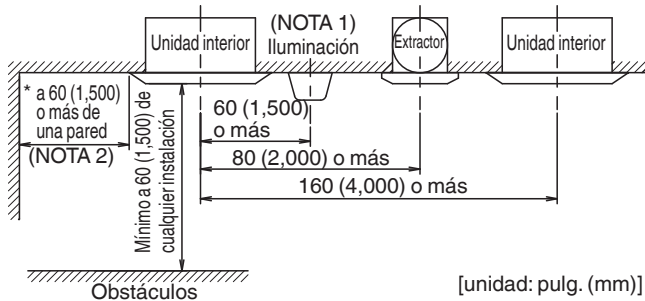

Fig. 2
- Cualquier ventila, accesorio luminoso u otros aparatos electrodomésticos que puedan perturbar el flujo de aire pueden ensuciar el techo si se encuentran demasiado cerca, así que siga la **Fig. 2** cuando lo instale.